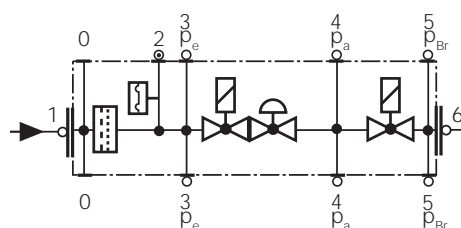

Fig. 52
- Cambiar el filtro cuando Δp entre las tomas de presión 1 y 3 sea > 10 mbar (Fig. 52).
- Cambiar el filtro cuando Δp entre las tomas de presión 1 y 3 (Fig. 52) sea dos veces mayor que el valor registrado durante el último control.